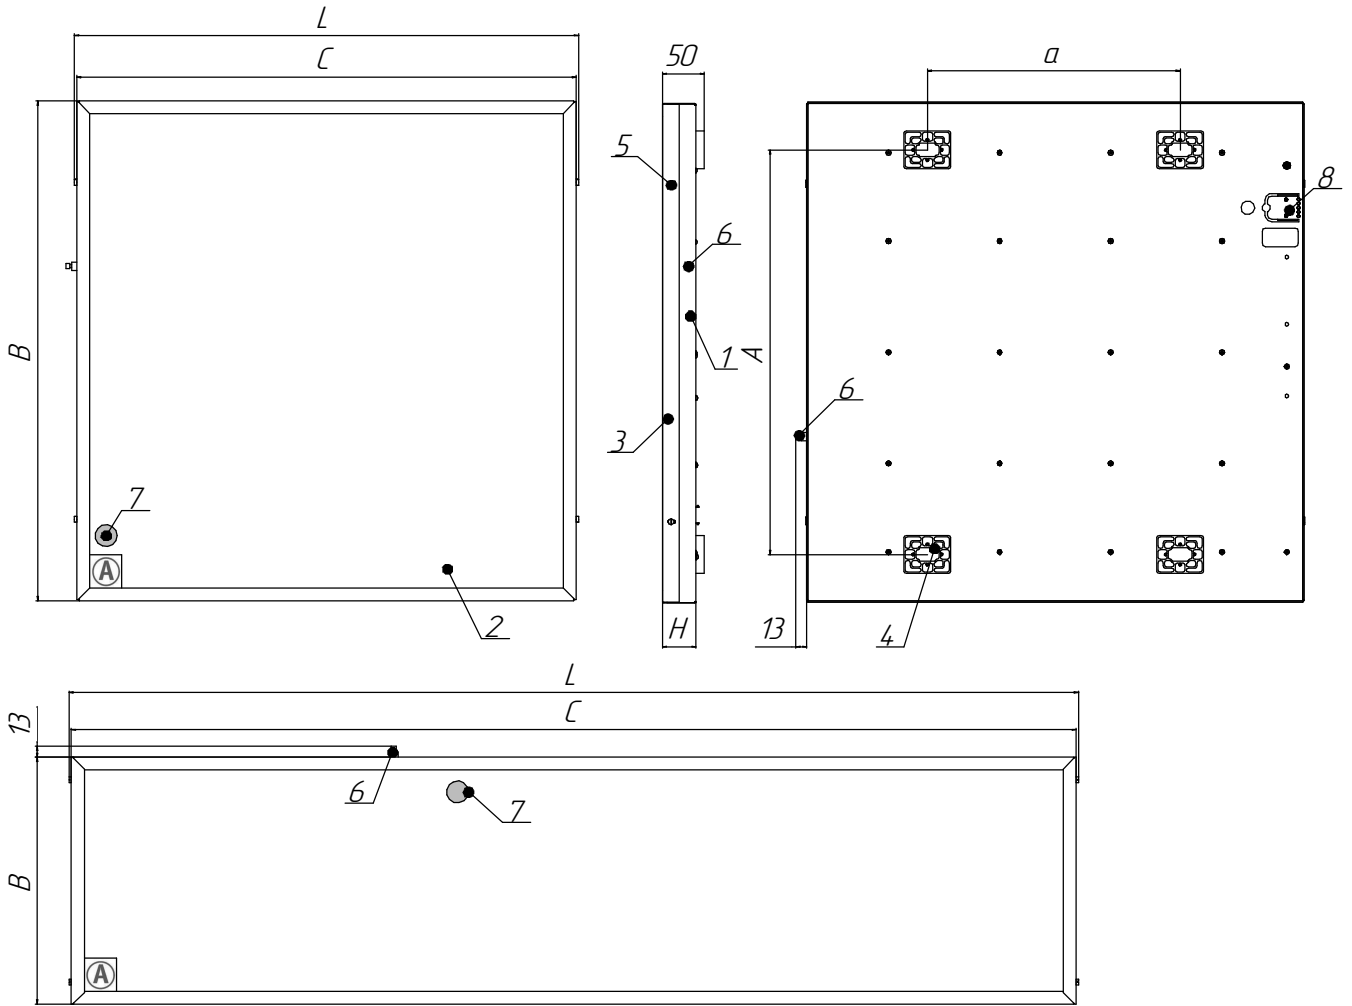

Рисунок 1 - Общий вид светильников
1) Снимите боковую планку поз.3, отвернув удерживающие ее винты поз.5 (см. рисунок 1).
2) Снимите рассеиватель поз.2, выдвинув его со стороны боковой планки (см. рисунок 1).
5.6 Подайте напряжение питания по некоммутируемой сети освещения. Индикатор заряда должен зажегся (см. рисунок 1, поз.7). Если индикатор заряда не зажегся, то необходимо проверить правильность подключения светильника. Затем подайте напряжение питания по коммутированной сети освещения. Если светильник не светит, то так же проверьте правильность его подключения.
Кнопка "Тест": выключите светильник. Зажмите кнопку на торце светового прибора (см. рисунок 1, поз. 6). Источник питания светильника переключится в